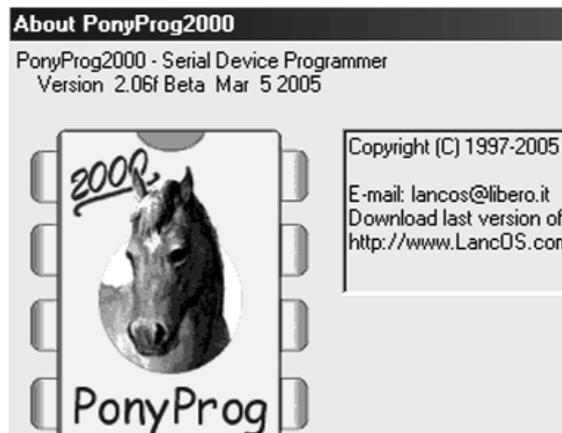

рис.4
Компиляция программы производится средствами пакета WinAVR: MFile и Programmers Notepad (PN). Зашивать МК можно как и прежде, используя программу PonyProg. Кстати, на сайте ее автора Claudio Lanconelli появилась новая версия 2.06f, релиз от 5 марта 2005 г. ([http://www.lancos.com/e2p/v2\\_06/ponyprogV206f.zip](http://www.lancos.com/e2p/v2_06/ponyprogV206f.zip), 606 Кб, **рис.4**). Интерфейс программы остался прежним, добавлены новые типы МК, исправлены неточности.